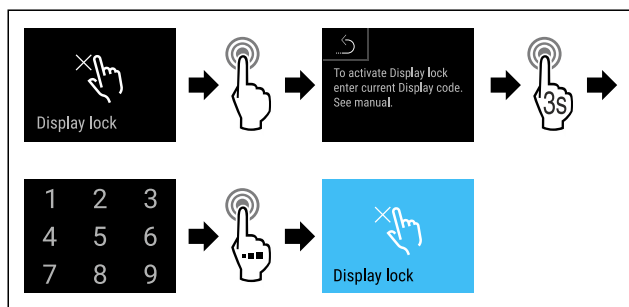

Fig. 79
- ▶ Выполните шаги действия (см. Fig. 79).